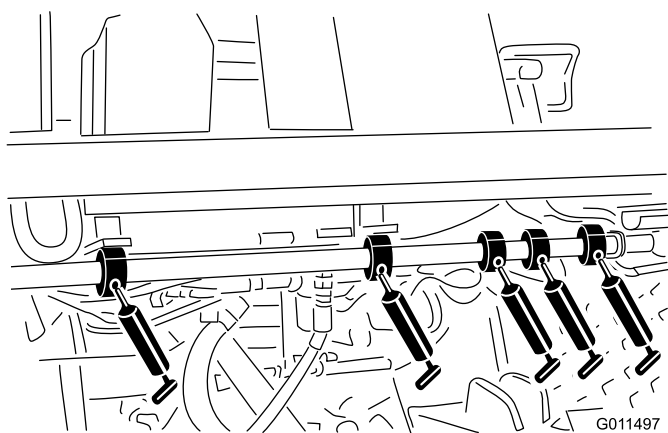

Figura 36
- Rolamentos articulados do eixo do travão (5) (Figura 36)